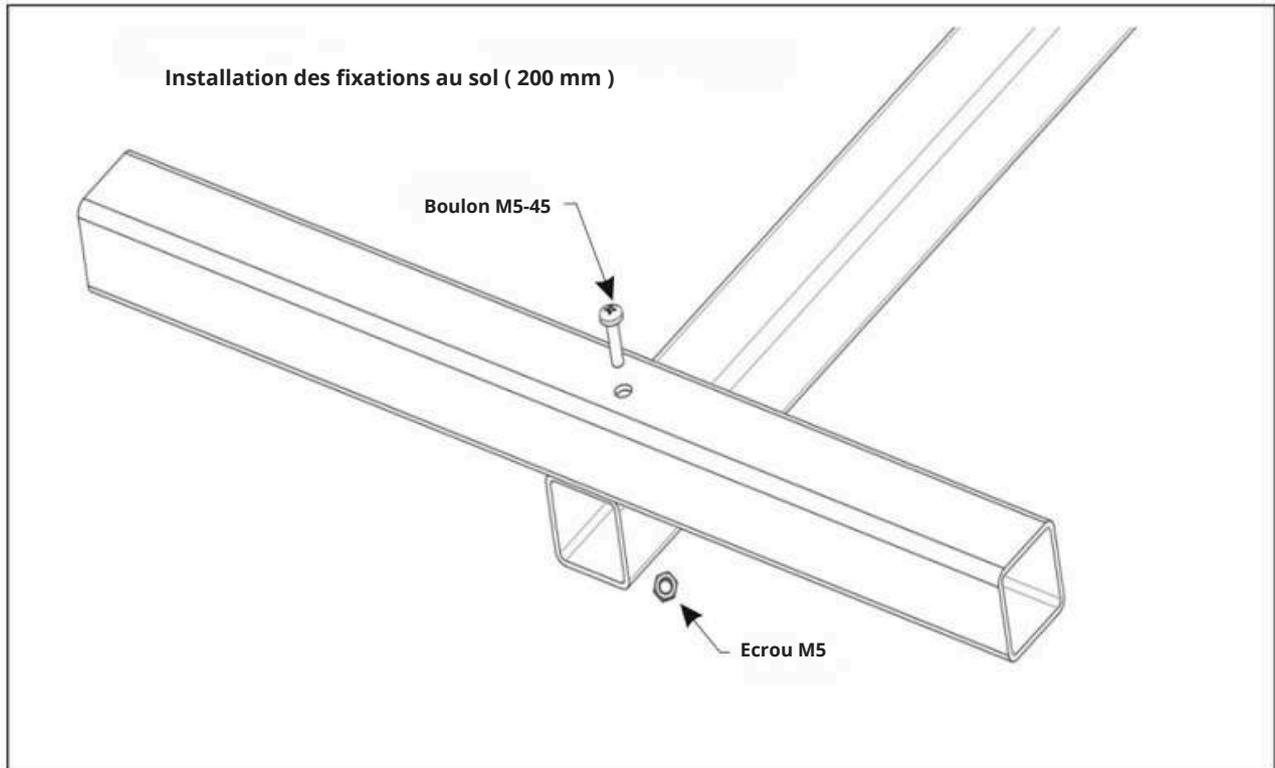
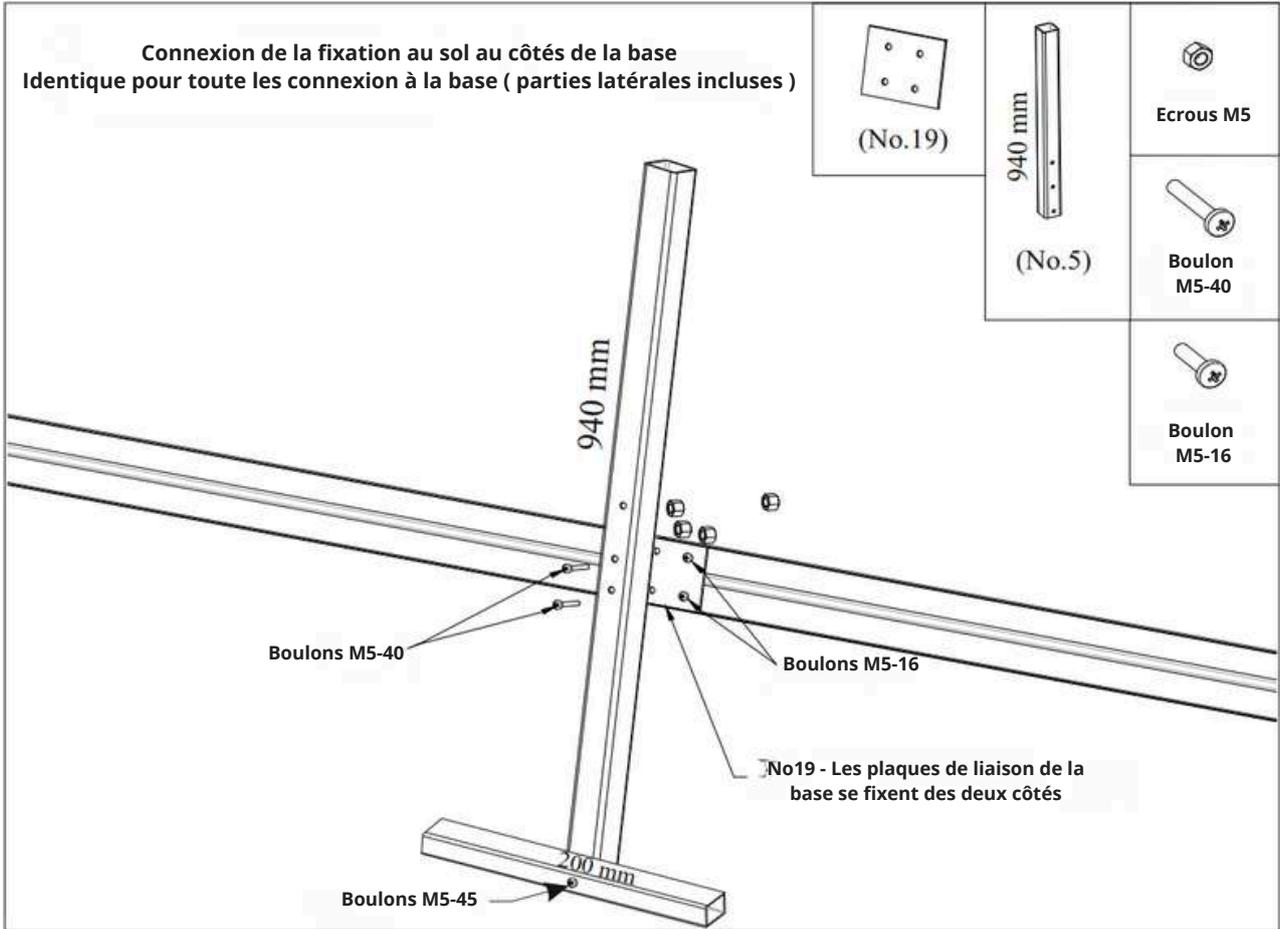
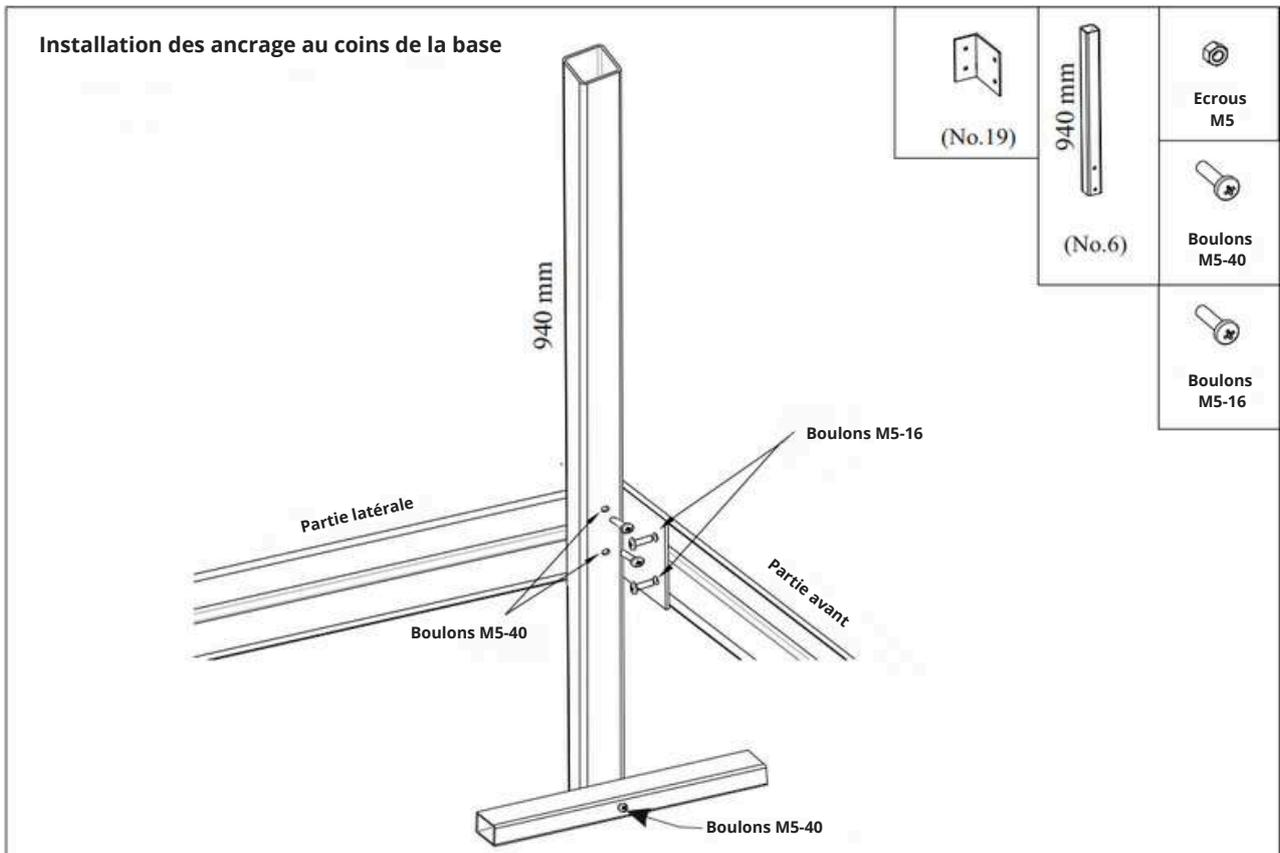
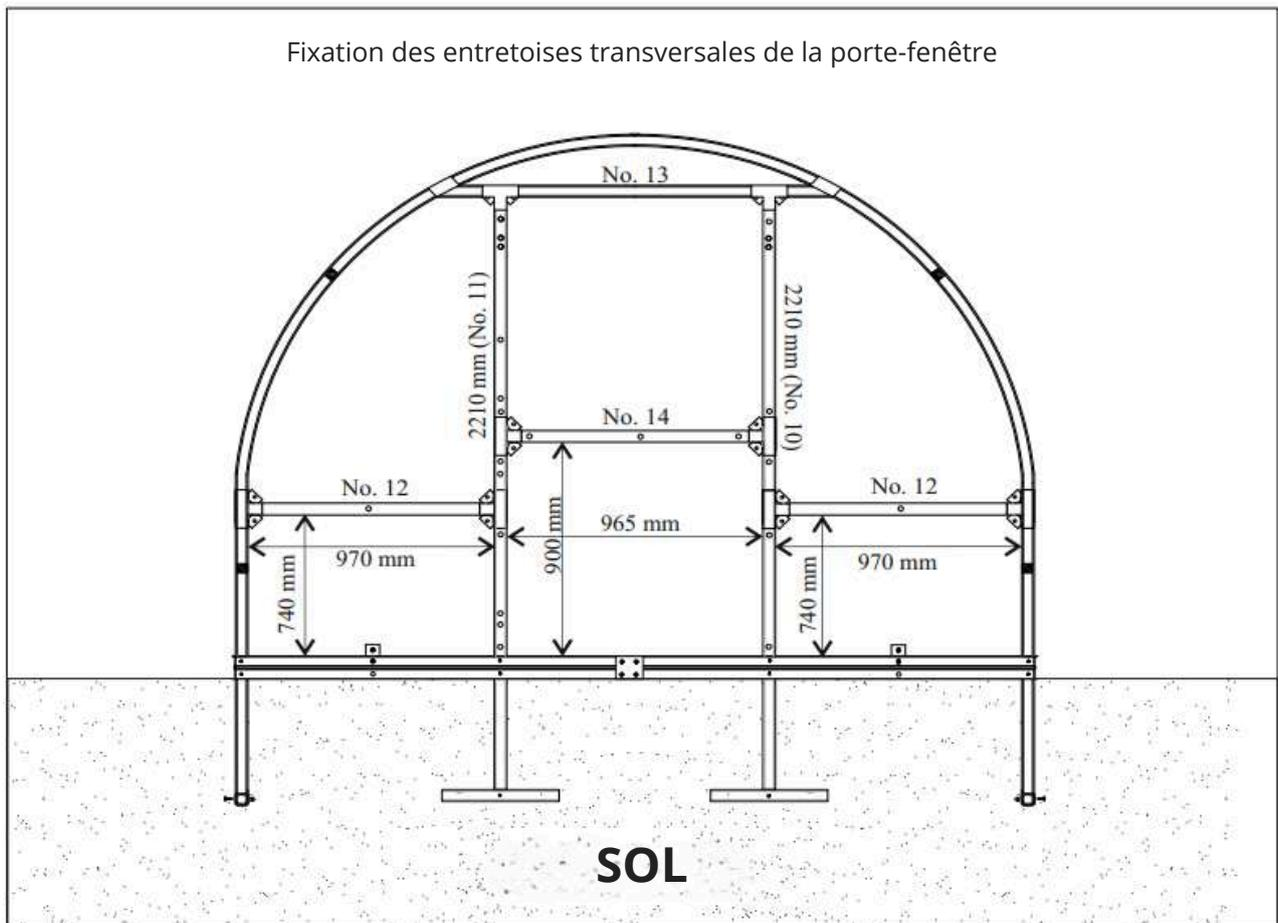

Fig. 2
Fig. 3
Fig. 4
Fig. 13
**B)** Reliez les parties latérales de la base de la fondation (2010 mm No 16 et 1990 mm No 15 long) avec les plaques (No 19) des deux côtés et fixez avec des boulons M5-40, M5-16 et des écrous. La même action est effectuée avec les deux parties latérales. **NOTE : Pour une connexion supplémentaire des parties latérales, nous utilisons la partie inférieure de l'étrier (280 mm de long, No 7) (VOIR FIG. 2), qui est fixée à la partie latérale de la base de la fondation à travers la plaque de connexion de la fondation avec des boulons M5-40 et des écrous M5. Utilisez deux boulons pour toutes les trois parties, et là où les plaques sont fixées directement à la base, utilisez des boulons M5-16 avec des écrous. VOIR FIG. 3.**
**C)** Assemblez toutes ces parties connectées en un rectangle en utilisant les coins de la base de la fondation (No 18), en les fixant avec des boulons M5-40, M5-16 et des écrous. VOIR FIG. 4. Notez en outre que lors de l'assemblage de la base de l'arche contenant le plus grand nombre de trous (940 mm de long, No 5) avec les arches déjà insérées dans le sol (280 mm de long, No 7) (VOIR FIG. 2), qui sont fixées à la base latérale à travers le coin de la base de la fondation avec des boulons M5-40 et des écrous M5. Deux boulons sont utilisés pour toutes les trois parties. La même action est effectuée dans les trois coins restants. Pour une serre de 6 m de long, la base de la fondation sera connectée comme suit : 2010 mm (No 16) + 1990 mm (No 15) + 1990 mm (No 15). Les parties seront connectées de la même manière que décrit dans la deuxième clause du point C, etc. Pour une serre de 8 m de long, la base de la fondation sera connectée comme suit : 2010 mm (No 16) + 1990 mm (No 15) + 1990 mm (No 15). Les parties seront connectées de la même manière que décrit dans la deuxième clause du point C, etc.
**5-** Fixez les éléments d'ancrage au sol (200 mm de long, No 7) aux supports d'arche inférieurs non utilisés (940 mm de long, No 5) à l'aide de boulons M5-45 et d'écrous M5. **VOIR FIG. 2.**
**14-** Fixez les supports au sol (200 mm de long) sur le support transversal de porte-fenêtre 2210 mm de long (No 10, 11), en utilisant des boulons M5-40 et des écrous. **VOIR FIG. 2**
**17** - Fixez les supports latéraux avant-arrière (970 mm de long, No 12) aux supports de porte-fenêtre avant-arrière. Les deux extrémités du profilé de fixation latéral avant-arrière sont fixées avec des pièces en T et des boulons M5-16 avec des écrous. Fixez à partir du haut de la fondation à une hauteur de 74 cm. **VOIR FIG. 2.** Les actions sont répétées symétriquement dans les parties avant et arrière de la serre. La distance entre les supports de porte doit être de 965 mm. Fixez le support long de 960 mm (No 12) à la partie arrière de la serre, au bas de la porte, puis depuis le haut de la fondation. **VOIR FIG. 13.**